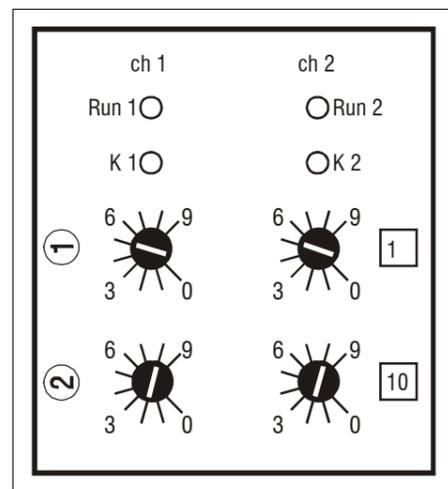

Fig. 12 : Commutateurs rotatifs derrière la face frontale
Sur la face frontale, quatre DEL indiquent l'état et des informations sur le diagnostic de l'appareil (voir fig. 12).
Tab. 5 : Modes de fonctionnement, réglables par les deux commutateurs rotatifs (1), voir fig. 12
Tab. 6 : Durée d'inhibition maximale admissible, réglable à l'aide des deux commutateurs rotatifs (10), voir fig. 12
Les codes de défauts sont indiqués par une séquence de clignotements des DEL jaunes Run 1 et Run 2 de la zone supérieure de la face frontale des appareils (voir fig. 12). Il est possible que les deux canaux indiquent des codes de défauts différents.